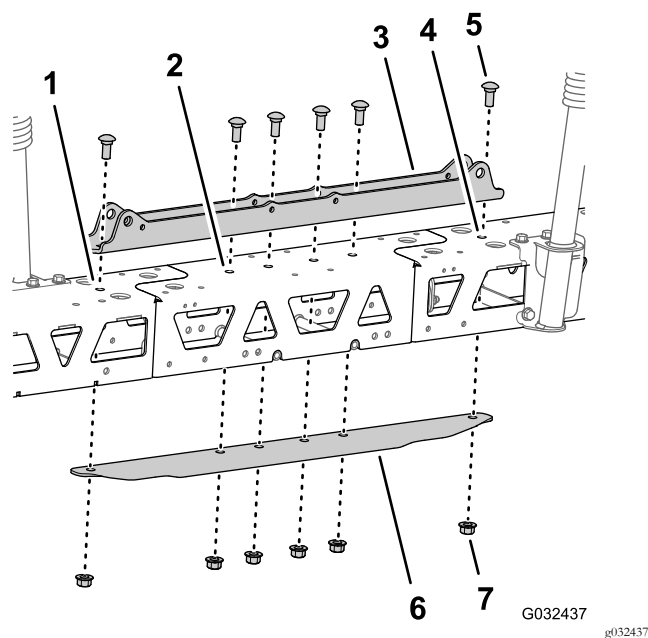

图53
5. 将油缸安装座中的孔与桁架框架中心线和中间喷洒臂延长组件中的孔对齐 (图53)。
6. 将连接板插入桁架框架和中间喷洒臂延长组件将连接板中的孔与桁架中心线和喷洒臂延长组件的孔对齐 (图53)。
7. 使用在 **分开中间喷洒段桁架** (页码 21) 的步骤 2 中拧下的 2 个托架螺栓 1/2 x 1-1/4 英寸和 2 个凸缘锁紧螺母 1/2 英寸以及 GeoLink 喷洒系统完成套件中的 4 个托架螺栓 1/2 x 1-1/4 英寸和 4 个凸缘锁紧螺母 1/2 英寸组装油缸安装座、桁架、中间喷洒臂延长组件及连接板 图53。